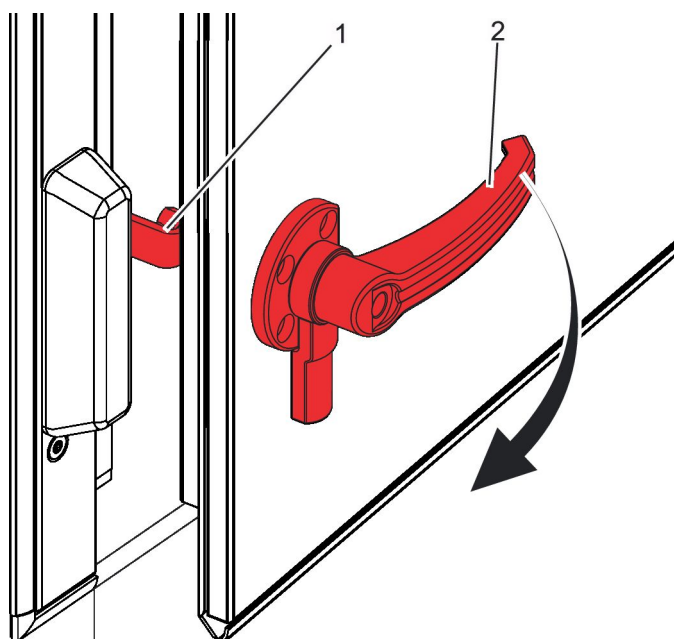

Abb. 52: Fangvorrichtung lösen
3. ▶ Den Türgriff ( Abb. 52 /2) 90° im Uhrzeigersinn drehen.
- ⇒ Fangvorrichtung ( Abb. 52 /1) ist entriegelt und die Revisionstür kann geöffnet werden.